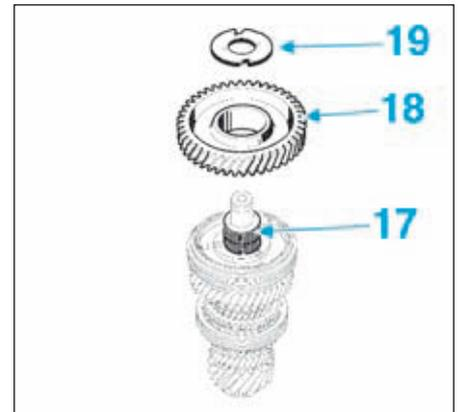

FIG.34
- Poser la cage à aiguilles (17) (Fig.34).
- Reposer le pignon fou de 1° (18) puis la rondelle cannelée (19).